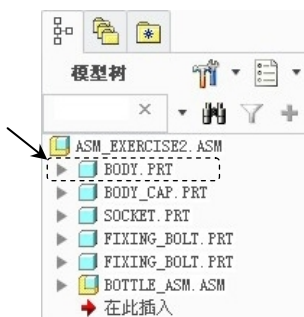

图 7.6.1 模型树（一）
Step2. 在图 7.6.1 所示的装配模型树界面中选择  **树过滤器(F)...** 命令，然后选中“显示”选项组下的 ☒ **特征** 复选框。这样每个零件中的特征都将在模型树中显示。